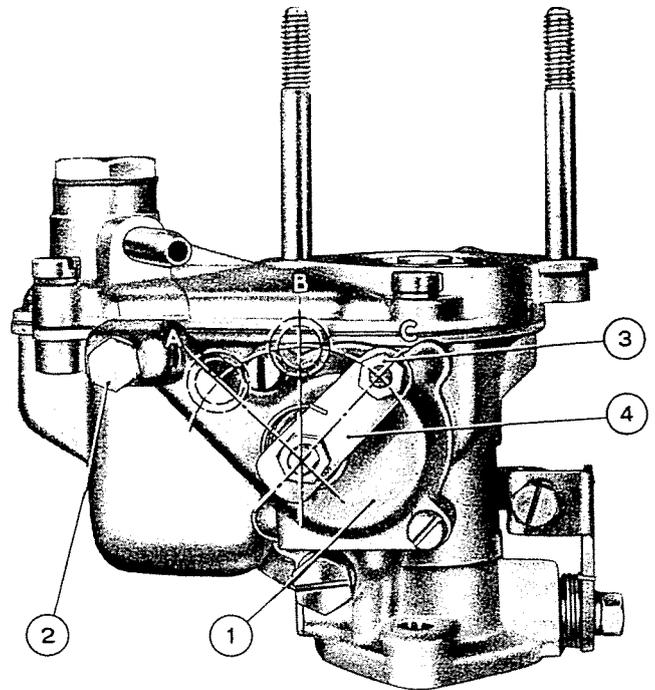

Abb. 117 - Weber-Vergaser 26 IMB 1. - Startvorrichtungsseite.
**Anlassen bei kaltem Motor.** - Startvorrichtung vollkommen einschalten (Stellung « A », Abb. 117); sobald der Motor anspringt, Startvorrichtung allmählich ausschalten.
**Anlassen bei ziemlich warmem Motor.** - Startvorrichtung nur teilweise einschalten (Stellung « B », Abb. 117).
Während des Warmlaufs des Motors muss die Startvorrichtung, selbst bei fahrendem Wagen, stufenweise ausgeschaltet werden und zwar in der Weise, dass der Motor mit einem zusätzlichen Kraftstoffgemisch beliefert wird, das jeweils gerade ausreicht, um einen regelmässigen Motorbetrieb zu sichern (Stellung « B », Abb. 117).
Sobald der Motor seine normale Betriebstemperatur erreicht hat, ist die Startvorrichtung vollkommen auszuschalten (Stellung « C », Abb. 117).